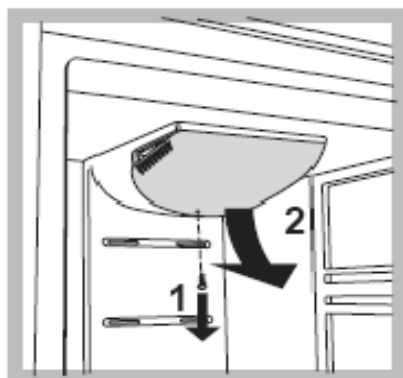

fig. 12
- **fig. 12** (BAN 40 FNF (FR))